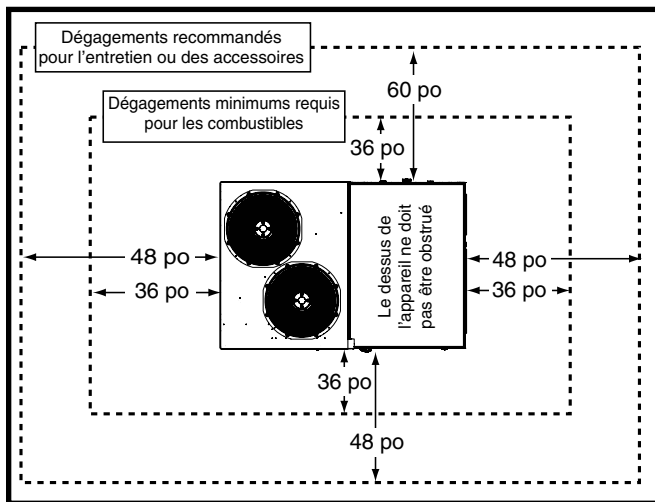

Figure 1. Exigences de dégagement de l'appareil
- Un dégagement suffisant pour permettre à l'air de circuler sans obstruction à travers le panneau d'accès aux commandes à persiennes et le serpentin extérieur doit être maintenu pour obtenir la performance nominale. Voyez la Figure 1 \(page 5\) pour les exigences relatives au dégagement minimal.
Les appareils R7TQ sont homologués comme équipement binaire de chauffage et climatisation pour installations extérieures seulement. La Figure 1 \(page 5\) indique les dégagements minimaux avec les matières combustibles pour une décharge en aval et horizontale.